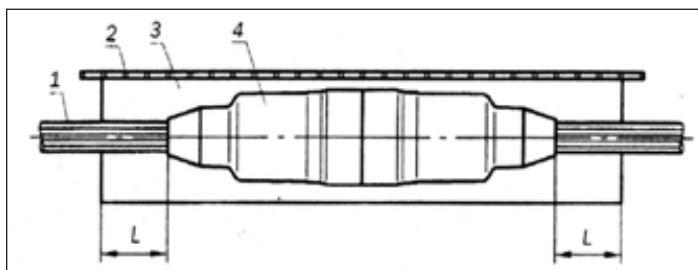

Рисунок 4.1 - Обмотка муфты кабельной бумагой
**4.1.2** На полиэтиленовую муфту наматывают с 50% перекрытием 2 слоя кабельной бумаги (рисунок 4.1). Закрепляют бумагу изоляционной лентой.